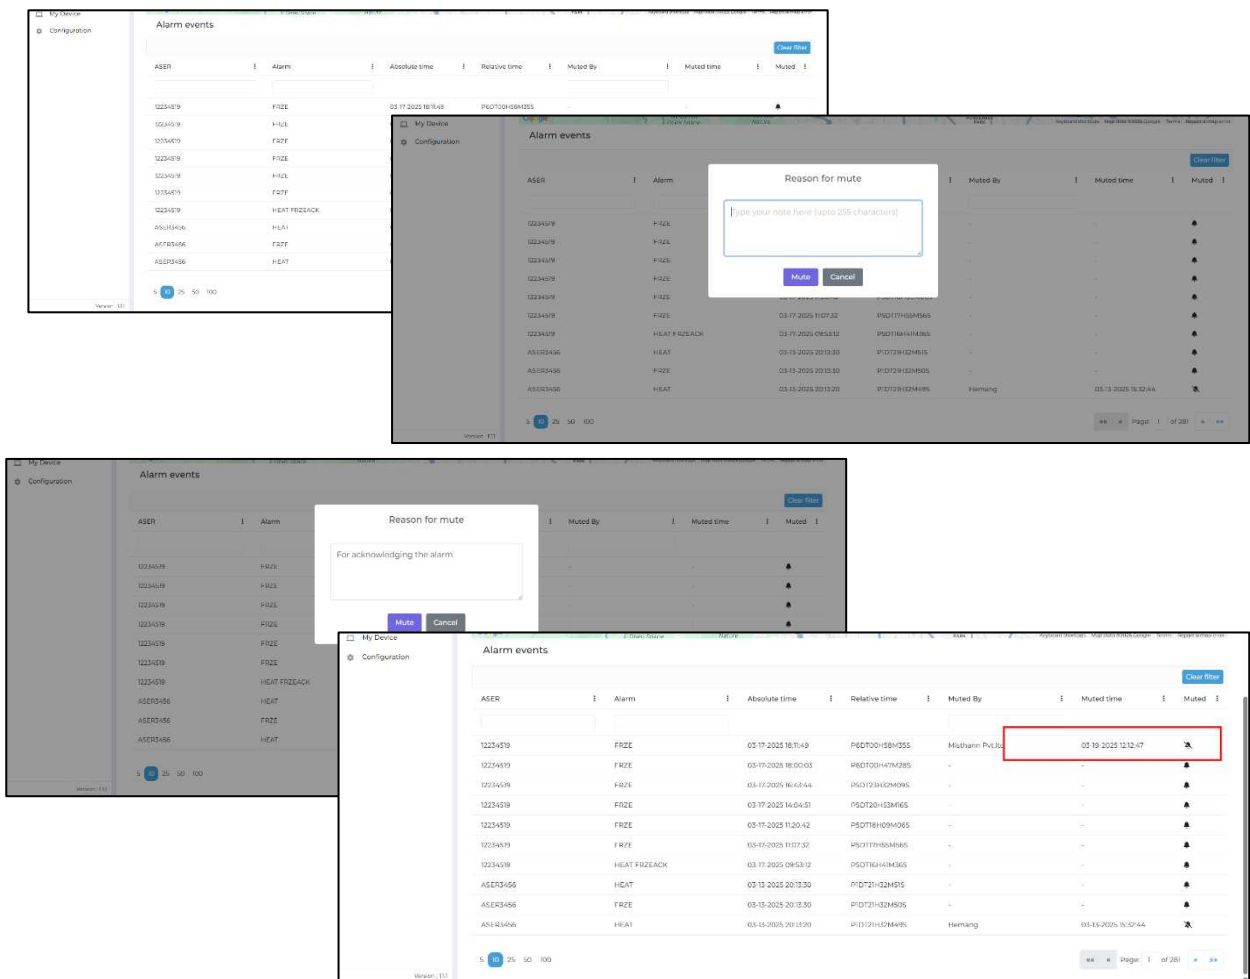

Figure 61 Désactivation d'alarme à distance pour le périphérique sélectionné
- Pour mettre en sourdine l'alarme d'un appareil spécifique, cliquez sur l'icône Bell indiquant à côté de la rangée d'appareils comme montré sur la figure 61.